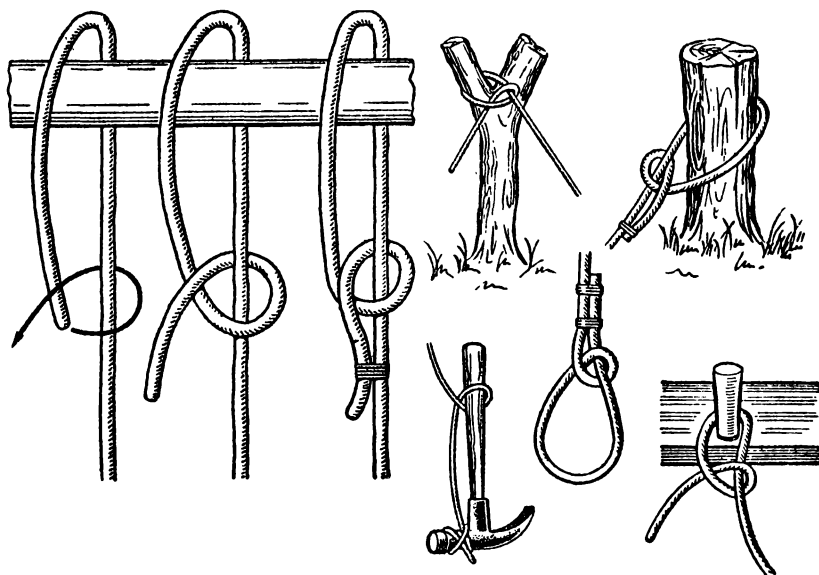

Рис. 9. Простой полуштык
**Простой полуштык** (рис. 9). Простой полуштык, являясь самым простым из незатягивающихся узлов, находит широкое применение в морском деле. Он служит завершающим элементом многих узлов. Ходовой конец троса обнесите вокруг предмета, к которому хотите привязать трос, потом вокруг коренного конца троса и пропустите в образовавшуюся петлю. После этого ходовой конец троса прикрепите схваткой к коренному концу. Завязанный таким образом узел надежно выдерживает сильную тягу. Он может передвинуться к предмету, но никогда не затянется.